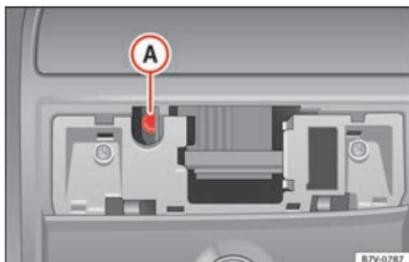

Fig. 16 Vis Allen pour verrouiller le toit coulissant panoramique.
- Introduisez une nouvelle clé Allen courante¹⁾ de 4 mm dans la vis Allen » **fig. 16** **A**.